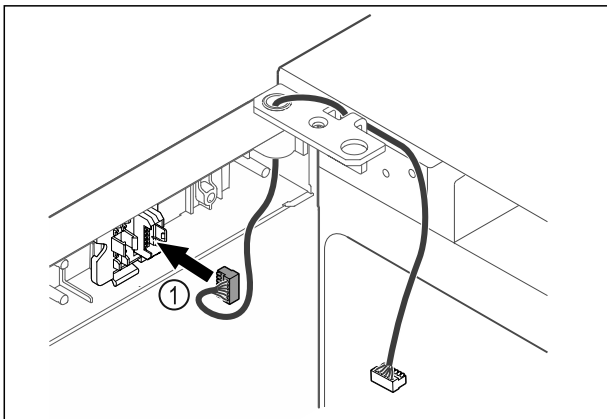

Fig. 45
- Inserire il connettore Fig. 45 (1) nel porta-connettore.